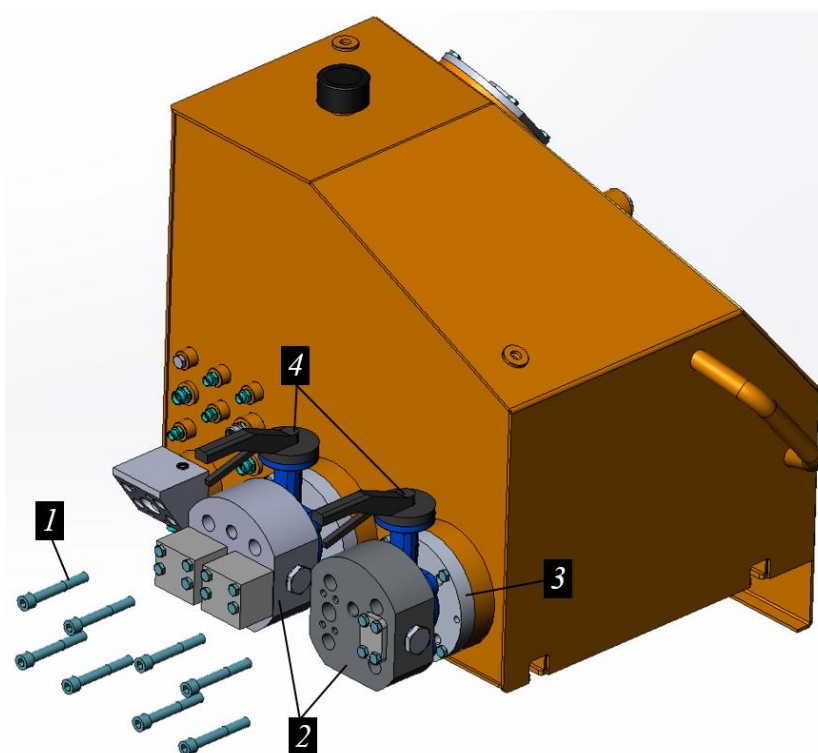

Рисунок 5.57. Процедура сборки затвора на баке
- Используя винты 1 закрепить затвор 4 (не затягивать) между фланцев 2 и 3, рис. 5.57.
В момент затягивания винтов 1 не закрывать затвор 4, так как это может привести к пережатию седлового уплотнения с последующим заклиниванием диска и потерей герметичности, рис. 5.57.
- Затяжку винтов 1 производить равномерно крест-накрест до соприкосновения поверхности фланцев 2 и 3 с корпусом затвора 4 по всей его окружности, рис. 5.57.